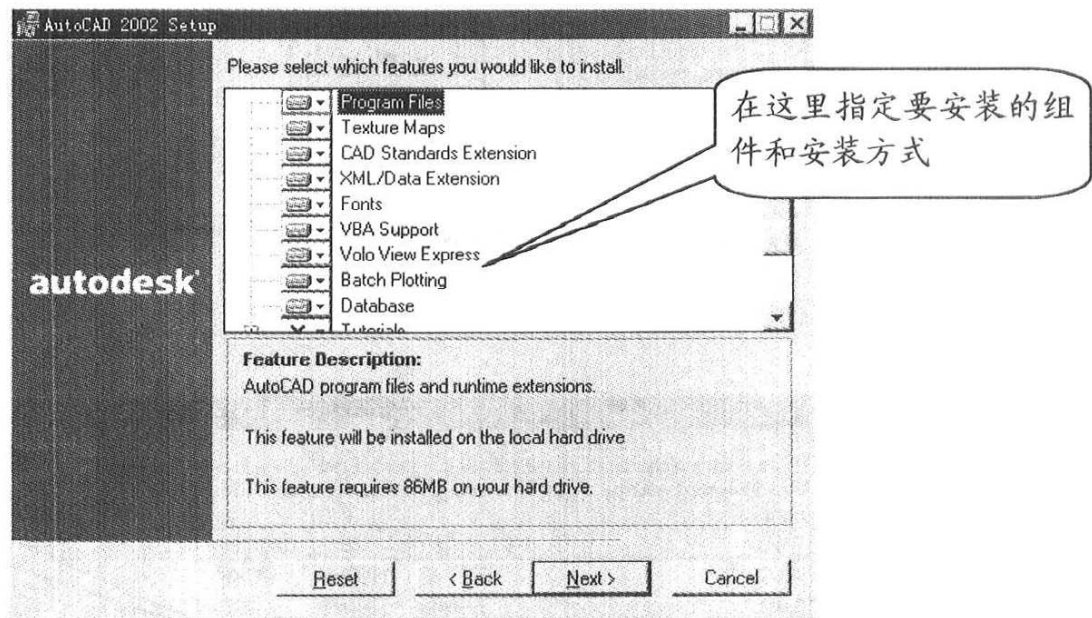

图 1-7 选择自定义安装的内容
- **Custom (自定义安装)**。该选项允许您自己决定安装哪些部件和工具，建议高级用户才可使用。选择该项后，将弹出如图 1-7 所示的界面，您可以在该对话框中确定安装哪些部件和工具，以及安装方式（安装在硬盘上、网络安装、第一次使用时安装和不安装等）。